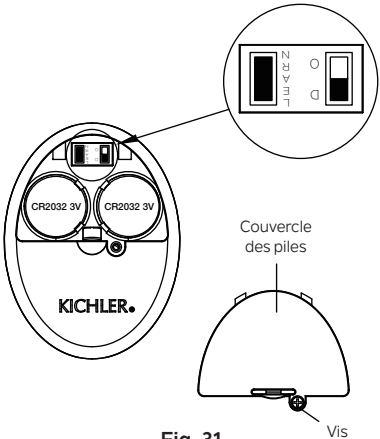

Fig. 31
Sinon, la télécommande ne fonctionnera pas. Pour effectuer ce processus manuellement, suivez les étapes ci-dessous : Après l'installation et le câblage de l'unité, rétablissez l'alimentation de votre ventilateur, appuyez sur la touche LEARN et maintenez-la enfoncée pendant 1 à 3 secondes, le ventilateur se mettra en marche à vitesse moyenne et la lumière (si installée) s'allumera. Cela confirme que le processus d'apprentissage est terminé. Cette opération doit être effectuée dans les 30 secondes suivant la remise sous tension du ventilateur. (Fig. 31)
REMARQUE : Assurez-vous que l'interrupteur à glissière dans le compartiment à piles marqué « D O » est en position « D ». (Fig. 31)
Étape 4. Remettez le couvercle de la pile et serrez avec un tournevis. (Fig. 31)